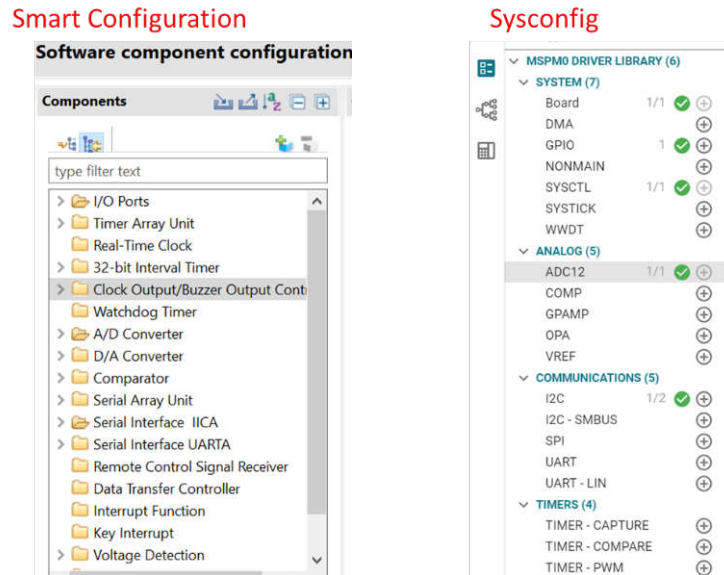

图 2-5. 外设列表比较
- SysConfig 中的外设分类更清晰，整体界面更易于辨识，人机交互界面很出色，如图 2-5 所示。